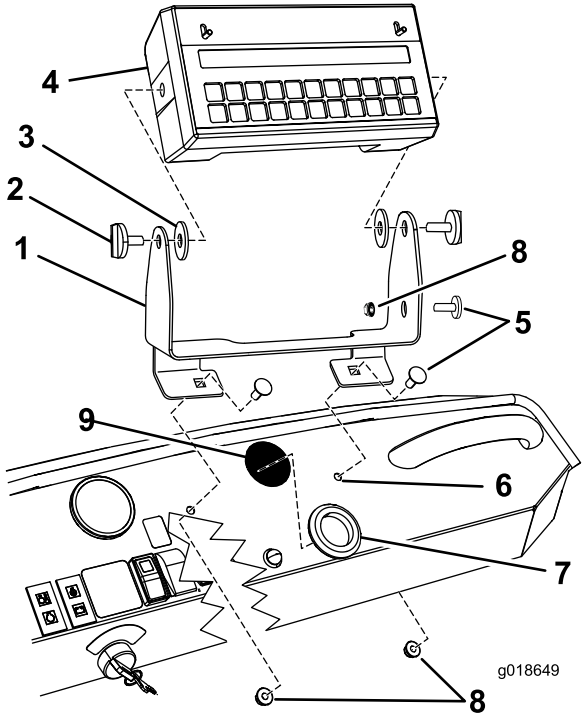

图2
- 如 图2 所示，将安装支架安装到仪表板上，并用个车身螺栓 (5/16 x 3/4 英寸) 和 2 个锁紧螺母 (5/16 英寸) 固定。
- 借助 2 个手动旋钮（图2）将电脑控制台装配到安装架上。